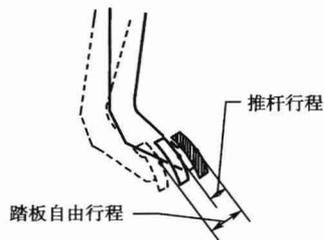

图 1-13 踏板自由行程检查
- (1) 检查并确认踏板自由行程和推杆行程正确,如图 1-13 所示。
① 踩下踏板直至开始感觉到离合器阻力。踏板自由行程:5.0 ~ 15.0mm。
② 轻轻踩下踏板直至阻力开始增大。踏板顶端处的推杆行程:1.0 ~ 5.0mm。